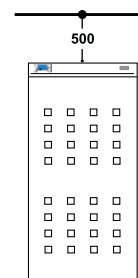

Fig.7
- Ripiani o mensole al di sopra della caldaia dovranno essere collocate ad una distanza superiore a 500mm (**fig.7**).